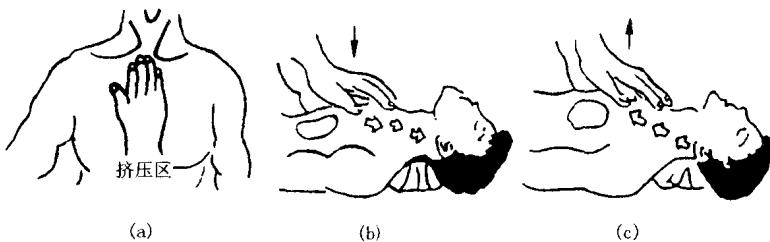

图 1-13 胸外挤压法
- (1) 使触电者仰卧在硬板上或地上，颈部垫软物使头部稍后仰，松开衣服和裤带，救者跪跨在触电者腰部。
- (2) 抢救者将右手掌根部按于触电者胸骨下 1/2 处，中指指尖对准其颈部凹陷的下缘，当胸一手掌。左手掌复压在右手手背上，见图 1-13 (a) 所示。
- (3) 向触电者胸下挤压 3~5cm 后，突然放松、挤压与放松的动作要有节奏，每秒钟进行一次，必须坚持连续进行，不可中断，直到触电者苏醒为止。胸外挤压法步骤如图 1-13 (b)、(c) 所示。